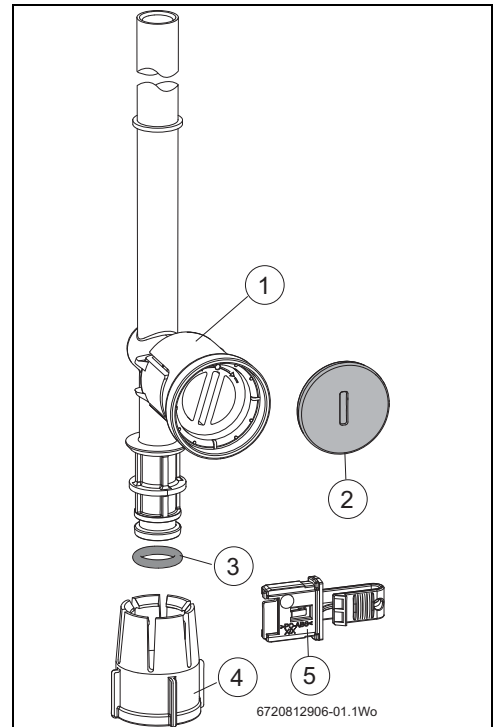

Fig. 1 Gruppo tubo gas
- ▶ Assicurarsi che l'anello di tenuta sia fissato all'estremità inferiore del tubo (vedere fig. 1). Nel caso in cui l'anello di tenuta precedente sia andato smarrito o sia danneggiato, applicarne uno nuovo.